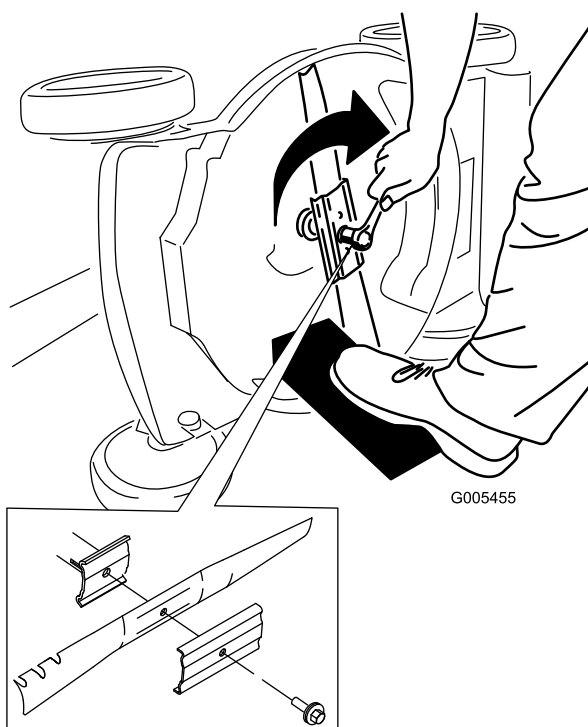

Рисунок 24
5. Установите новый нож, закрепив все крепежные детали (Рисунок 24).